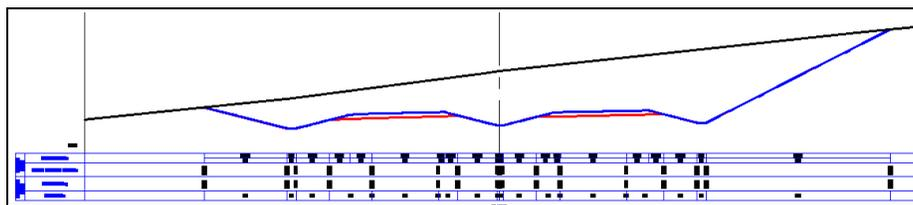

Рис. 1.9. Объекты Сечение и Вид сечения
*Виды сечений (рис. 1.9).* Сечения отображаются графически на видах сечений. Вид сечения очень похож на вид профиля. Он состоит из сетки или графика с атрибутами, которыми управляют стили вида сечения. Области данных также можно отображать над видом сечения или под ним. Существует возможность построения отдельных сечений для определенной оси сечения или всех сечений для группы осей сечений.